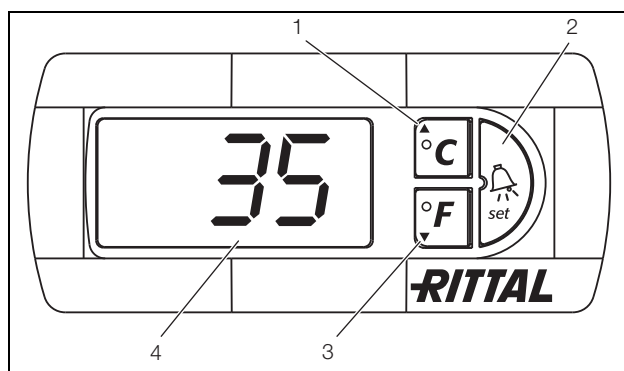

Fig. 17: Controllo e-Comfort
Il controllo e-Comfort dispone di un display a 7 segmenti (fig. 17, nr. 4). Dopo aver attivato l'alimentazione, sul display appare per circa 2 secondi anzitutto la versione del software in uso e la funzione Eco Mode attivata, successivamente l'opzione preimpostata (ad es. t10) o la temperatura.
Per la programmazione dell'apparecchio si utilizzano i tasti 1 – 3 (fig. 17). I relativi parametri vengono visualizzati in modo analogo sul display.
- Premere contemporaneamente i tasti 1 e 2 (fig. 17) per min. 5 secondi.
Con i tasti 1, 2 e 3 (fig. 17) è possibile modificare 24 parametri entro i campi predefiniti (valore min., valore max.).